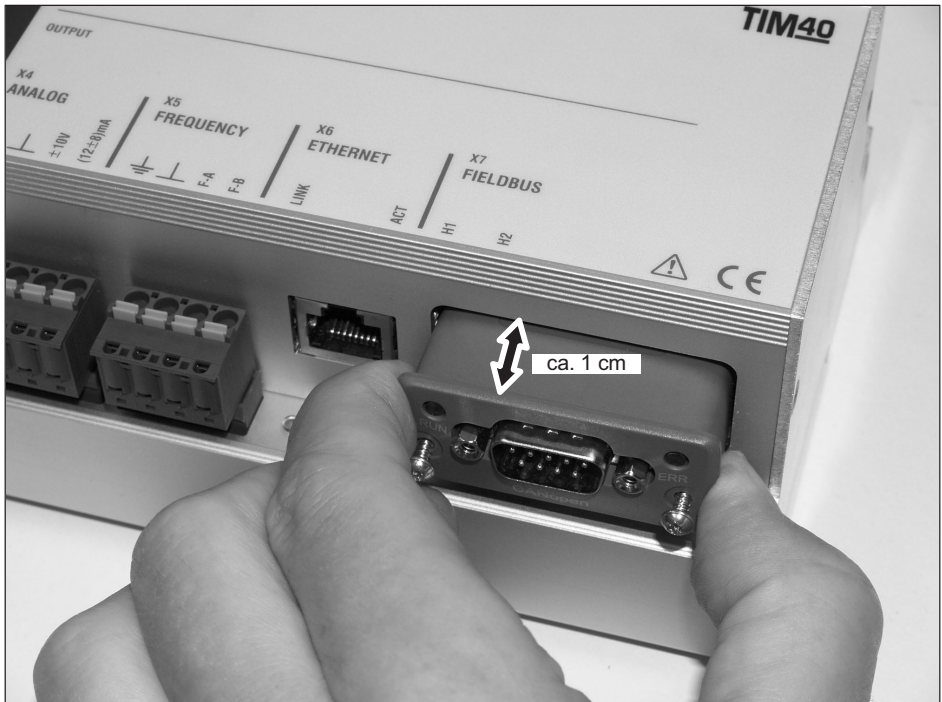

Abb. 8.3 Modul montieren
- Schieben Sie das Modul mit der flachen Seite nach unten zeigend vorsichtig in das Gehäuse ein. Wenn das Modul nur noch ca. 1 cm aus dem Gehäuse herausragt, verspüren Sie einen Widerstand (siehe Abb. 8.3). Das Modul wird nun durch die seitlichen Führungsnuten zentriert. Schieben Sie das Modul vorsichtig weiter in das Gehäuse, bis es plan anliegt.